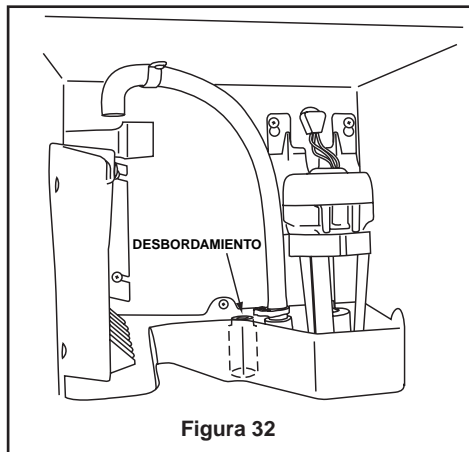

Figura 32
4. Retire el tubo de protección contra desbordamiento levantándolo con un leve movimiento hacia atrás y hacia adelante, para desacoplarlo del agujero de desagüe. El agua del depósito fluirá hacia abajo por el desagüe. (Vea la figura 32.)
- 7 Drene el agua de la cubeta de agua y de la tubería de desagüe retirando el tubo de protección contra desbordamiento (vea la figura 32).